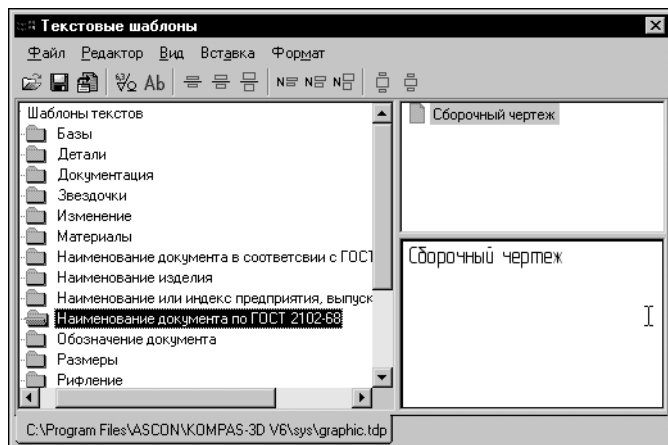

Рис. 49.29. Создание нового шаблона
6.2. Введите в качестве имени шаблона текст *Сборочный чертеж* и нажмите клавишу <Enter> (рис. 49.29).